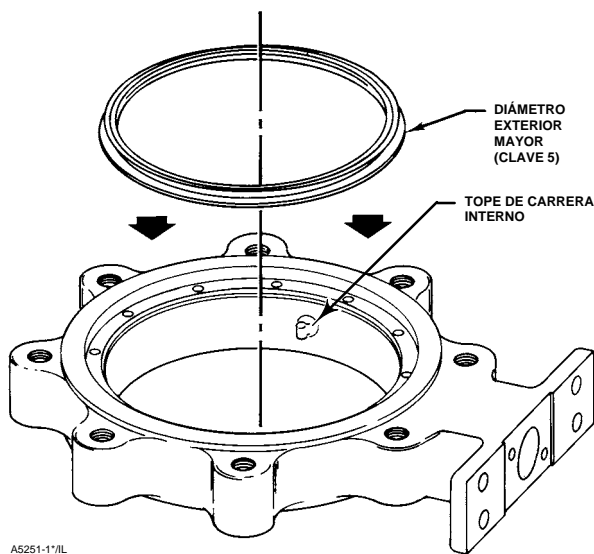

Figura 8. Instalación de sello típica
1. Localizar el anillo de sello de reemplazo (clave 5) y observar la forma del anillo. El anillo es más ancho en el diámetro de un borde y más angosto en el diámetro del otro borde, como se muestra en la figura 8. Alrededor de la circunferencia exterior se encuentra una ranura ancha.
Antes de instalar el anillo de sello en el cuerpo de la válvula, poner la junta tórica (clave 6) en la ranura ancha exterior del anillo de sello. Consultar la figura 8.
2. Instalar el conjunto de anillo de sello y junta tórica en el cuerpo de la válvula. El diámetro exterior más ancho del anillo de sello, como se marca en la figura 8, va hacia el área de ranura en forma de T del cuerpo (ver la figura 5). Iniciar el borde con el diámetro más ancho hacia la ranura en forma de T del cuerpo de la válvula usando un destornillador de extremo romo. Si se cuenta con un juego de mantenimiento, utilizar las herramientas de instalación de sellos.
**Cuando se conecte el actuador a la válvula, asegurarse de que el disco de la válvula no haga contacto con el tope de carrera interno de la válvula (ver la figura 8). El disco de la válvula debe estar de 0 a 0,76 mm (0 a 0.030 in.) con respecto al tope interno de la válvula en el cuerpo de ésta (ver la figura 8).**